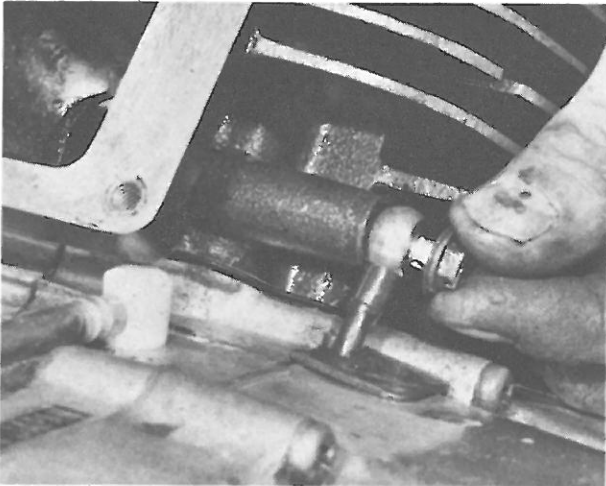

**Bild 121 Antrieb des Drehzahlmessers**
- **Drehzahlmesserantrieb (vgl. Bild 121):**